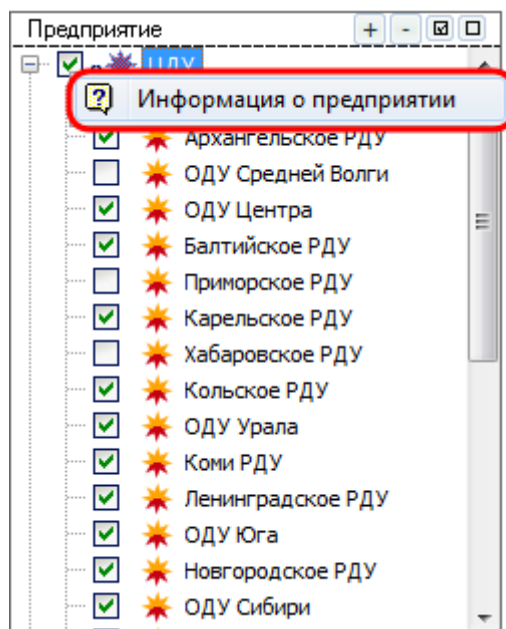

Рисунок 8.57 – Дерево предприятий
- **«Предприятие».** Из дерева предприятий путем установки флагов напротив предприятий из списка выбираются предприятия, с которых будут приходить заявки (по умолчанию для нового созданного регламента не выбрано ни одного предприятия). В дереве предприятий отображаются только те предприятия, с которыми возможен обмен заявками, и они являются уровнем управления (Рисунок 8.57). Каждое предприятие может участвовать в нескольких регламентах.
В дереве предприятий существует возможность вызова формы «*Информация о предприятии*». Для этого необходимо щелкнуть правой кнопкой мыши на соответствующем элементе и в контекстном меню выбрать пункт «Информация о предприятии» (Рисунок 8.57).